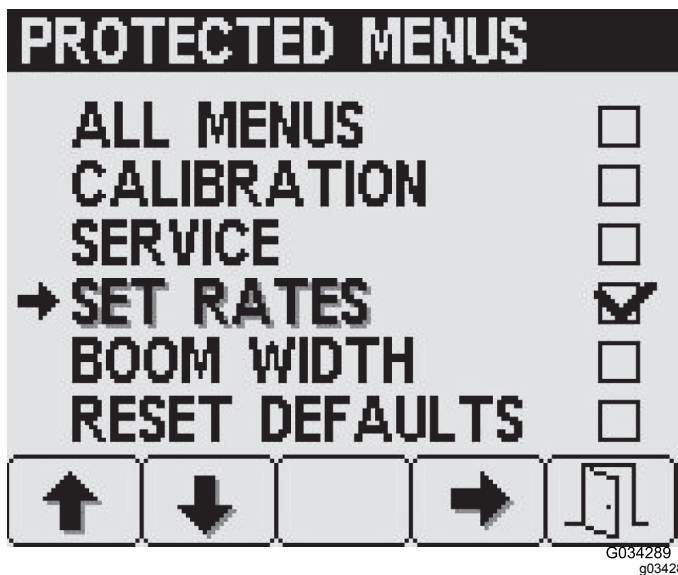

図 23
3. ボタン4を押してその設定を選択または選択解除する 図 23。